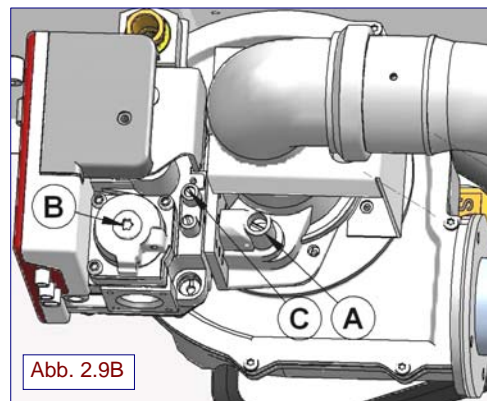

Abb. 2.9B
**NB: Die Schraube (B) (Abb. 2.9B) des Gasventils erfordert keine Einstellung, da das Ventil werkseitig bei der Abnahme auf das Gemischverhältnis 1:1 voreingestellt ist.**